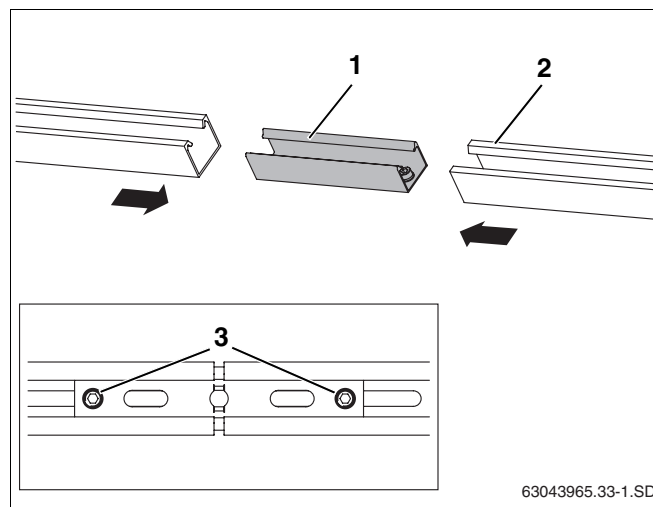

Fig. 31 Îmbinarea șinelor profilate
- Elementul de îmbinare (Fig. 31, **Poz. 1**) se introduce până la opritor în ambele șine profilate (Fig. 31, **Poz. 2**).
- Pentru fixare, se strâng cele două prezoane premontate M10 (Fig. 31, **Poz. 3**) în elementul de legătură, cu cheia SW 5.